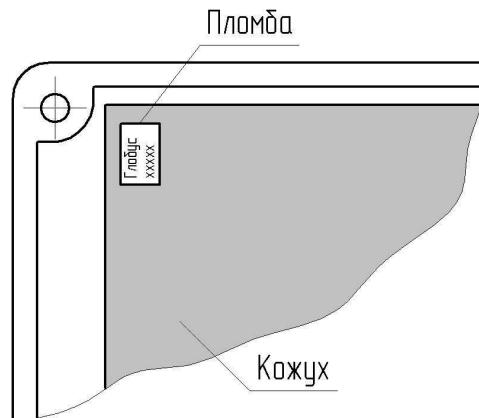

Рисунок 1 – Место установки пломбы на кожухе, закрывающем плату электронного блока расходомера
1.6.11 Электронная плата «ВР-100» (внутри блока) пломбируется номерной самоклеящейся пломбой типа ПС (рис. 1).